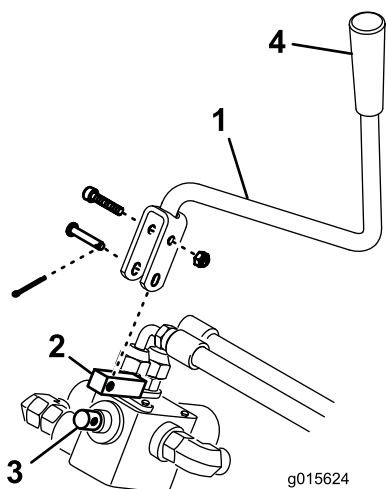

図 10
19. ハンドルにピボットレバーを取り付けるソケットヘッドねじとロックナット各1を使用する図 10。
20. ハンドルに制御ノブを取り付ける 図 10。